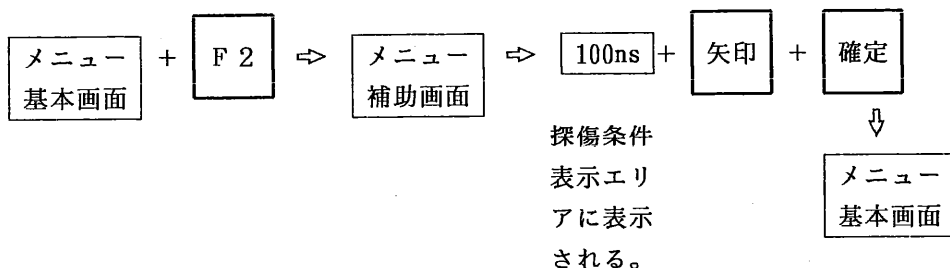

図 6.2.7 送信パルス幅の設定方法
〔送信パルス幅の設定手順〕 (図 6.2.7参照)
- ① 選択キー〔F2〕を1回押すとメニュー補助画面がメニューエリアに表示されます。
- ② 選択キー〔F4〕を1回押すと次ページの図 6.2.7の示すように送信パルス幅の設定値が探傷条件表示エリアに表示されますから、矢印キーを用いて所定のパルス幅を選択します。
- ③ 確定キーを1回押します。メニューエリアの画面は、メニュー基本画面に戻ります。